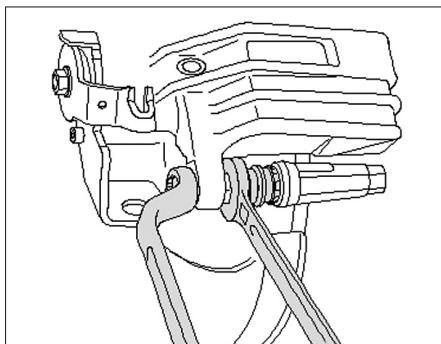

Fig. 11
- Enfoncer le levier de frein (4) dans le sens de la flèche et décrocher le câble de frein à main (5).
- Dévisser les vis de fixation du boîtier d'étrier de frein en faisant contre-appui sur le pivot de guidage (Fig.11).